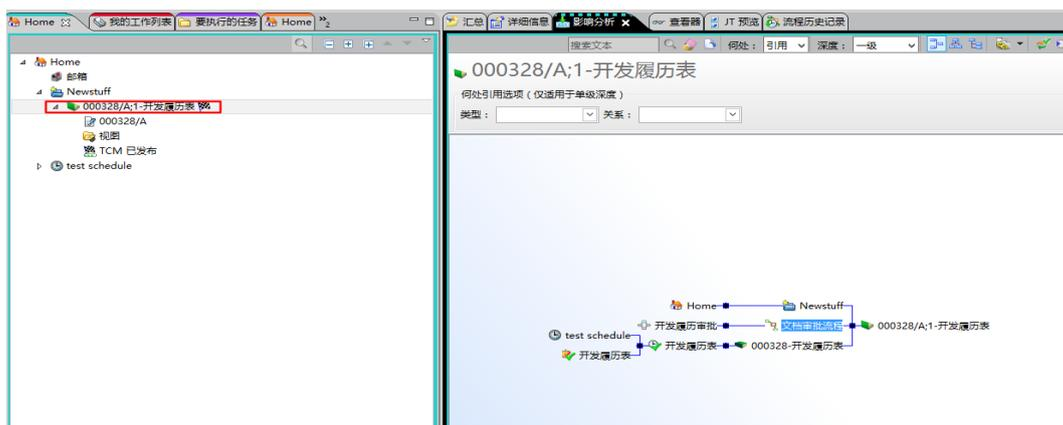

图 1
1.首先我们需要查看发布的交付物被哪些对象引用（如图 1）。